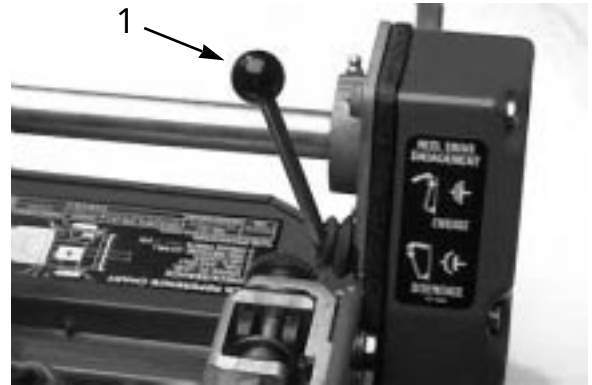

図 21
### リール回転レバー (図 21)
1. 走行レバー (図20) とリール回転レバー (図21) が両方とも「解除」位置にあることを確認する。